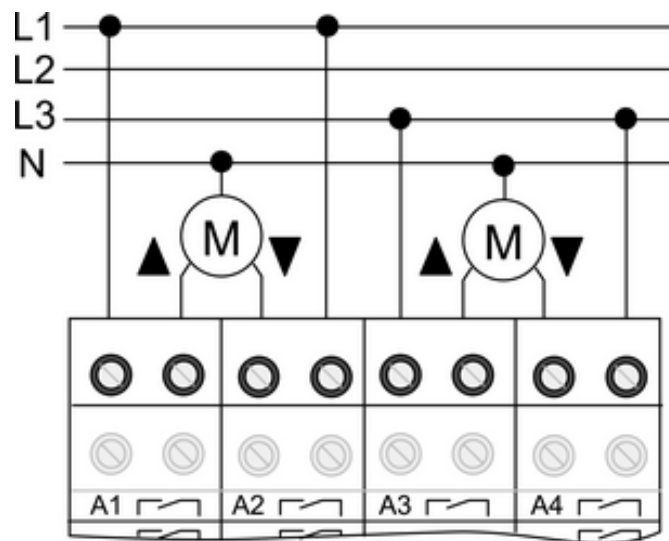

Bild 5
- Antriebe anschließen (Bild 5).